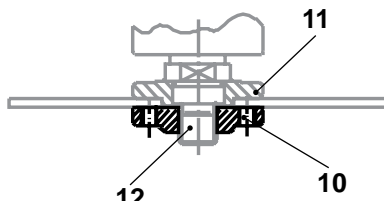

Fig. 14
- Disques fins (< 4 mm) et plats au centre : placez la bride de sorte que la partie saillante se trouve sur le côté opposé au disque (Fig. 14).